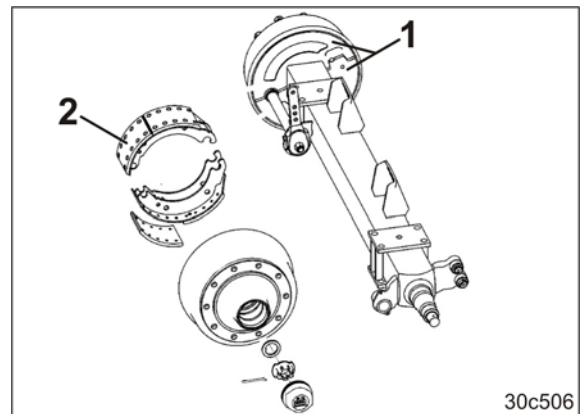

Bild 283
1. Skruva av båda täckkåporna (Bild 283/1) på bromstrummans insida.
Smuts som trängt in kan avsättas på bromsbelägg (Bild 283/2) och försämra bromseffekten avsevärt.